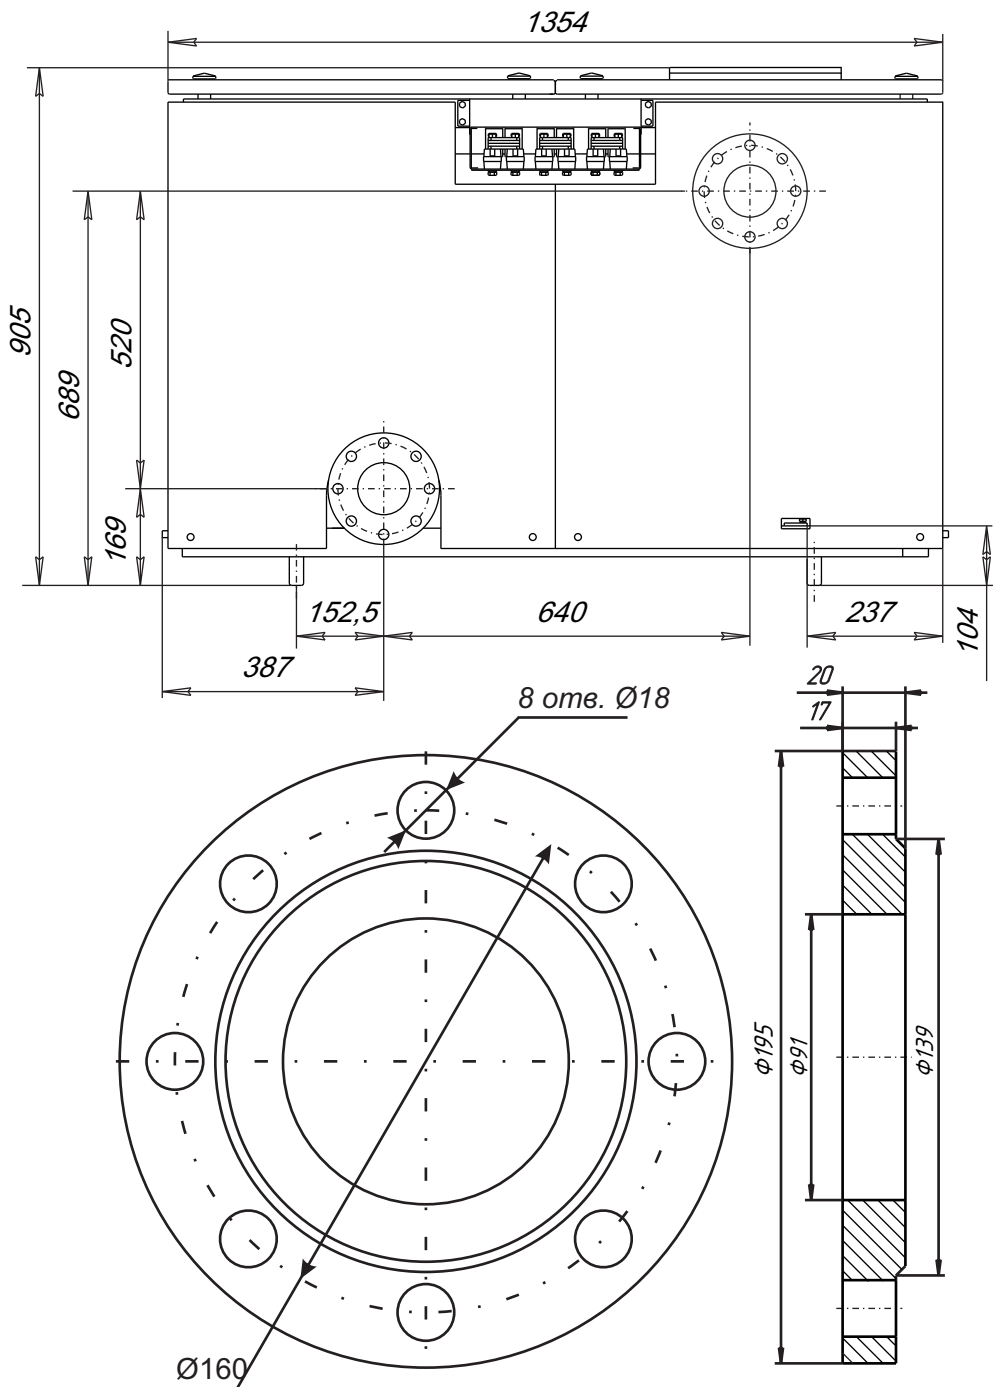

Рис. 4 Вид сзади
4.1.9 Фланцы (Рис.4) входят в комплект поставки и служат для подключения прибора к системе отопления.
4.1.10 Габаритные и присоединительные размеры прибора приведены на Рис.4, 5.